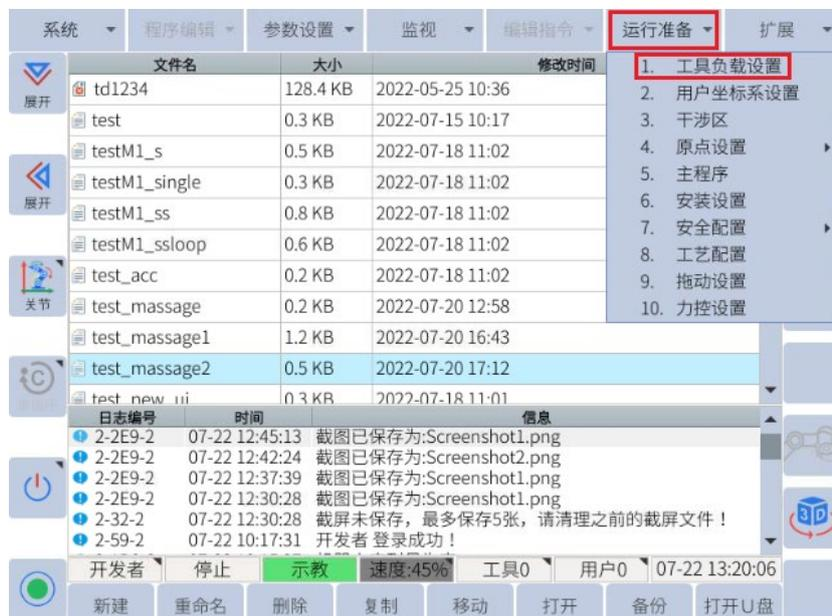

图 6-30: 顶部菜单栏“运行准备->工具负载设置”
- a. 点击顶部菜单栏中的运行准备->工具负载设置，进入工具号界面，如图6-30所示：